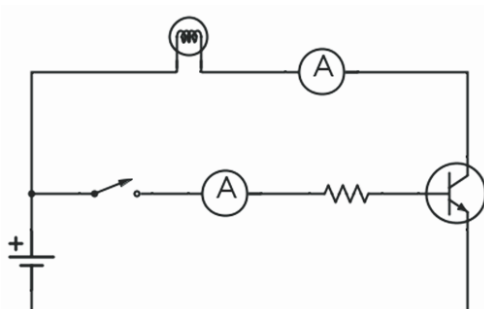

Figura 4-3
4. Determinemos qué flujo de corriente es necesario en la base para encender el transistor. Elimine la corriente del circuito. Inserte un amperímetro en serie con la lámpara (asegúrese de que esté configurado para medir 10A para no dañar el amperímetro) y un segundo amperímetro en serie con la resistencia (este se puede configurar en mA) como se muestra en la figura 4-3